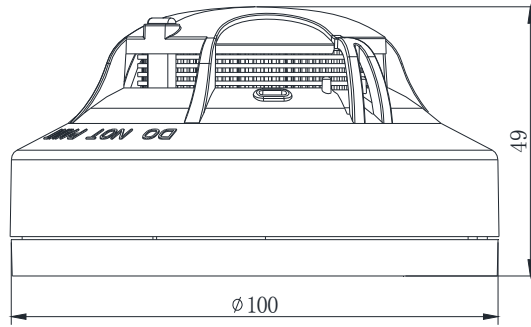
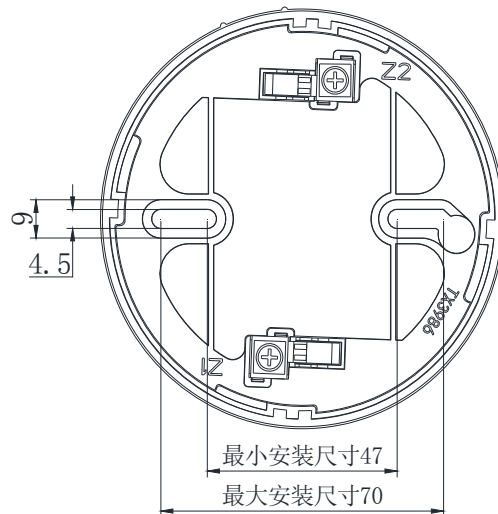

图1 JTF-GOM-TX3120A 外形示意图
图2 JTF-GOM-TX3120A 安装尺寸示意图
1. 探测器的外形尺寸及安装尺寸示意图如图 1、图 2 所示。